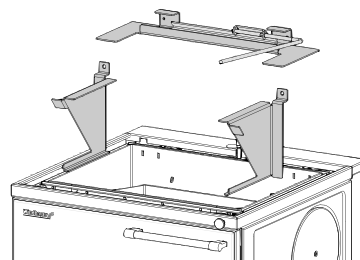

Fig. 12 Enlèvement des tôles déflectrices
- c) Sortir les tôles déflectrices vers le haut (Fig. 12) et les nettoyer.
Comme solution de transition, les tôles défectives latérales de la VestoWIN Klassik 220 (Fig. 12) peuvent être démontées (moins de résistance)